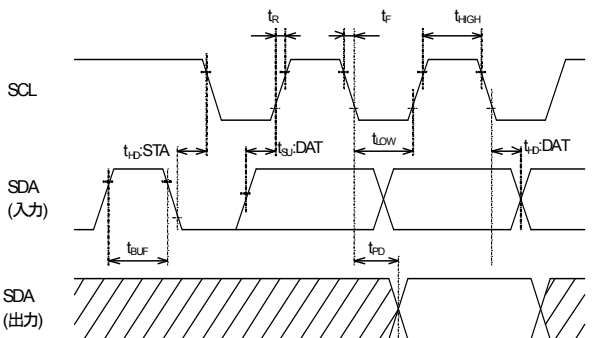

Fig.3 同期データ入出力タイミング
(Fig.3 同期データ入出カタイミングを参照下さい。)
- ・各々の命令を終了するには、ストップコンディション(ストップビット)、即ちSCLが“HIGH”となっている時に、SDAが“LOW”から“HIGH”に立ち上がる事によって、各々の命令を終了する事ができます。(Fig.3 同期データ入出カタイミングを参照下さい。)